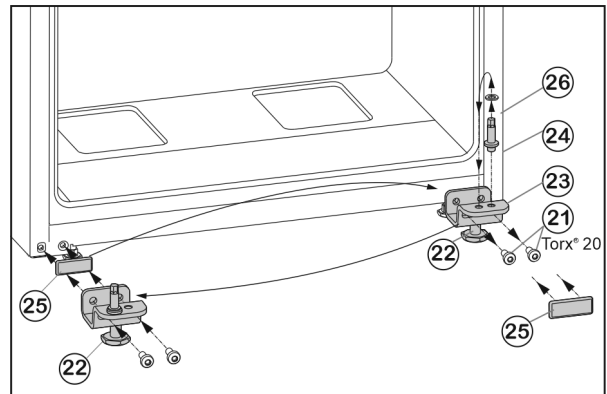

Fig. 7
- ▶ Викрутіть гвинти кріплення Fig. 7 (21).
- ▶ Зніміть нижній опорний кронштейн Fig. 7 (23) разом із гвинтом Fig. 7 (24), шайбою Fig. 7 (26) та установочною ніжкою Fig. 7 (22).
- ▶ Відкрутіть гвинт Fig. 7 (24) разом із шайбою Fig. 7 (26), переставте їх у протилежний отвір опорного кронштейна та знову закрутіть.
- ▶ Обережно зніміть кришку Fig. 7 (25) і переставте її на протилежний бік.
- ▶ Знову прикрутіть нижній опорний кронштейн Fig. 7 (23) разом із гвинтом Fig. 7 (24), шайбою Fig. 7 (26) та установочною ніжкою Fig. 7 (22) на інший бік шарніра (**з моментом 4 Нм**), у разі необхідності скористайтесь акумуляторним гвинтокрутом.
- ▶ Встановіть нижні дверцята згори на опорний гвинт Fig. 7 (24).
- ▶ Викрутіть установочну ніжку Fig. 7 (22) на нижньому опорному кронштейні Fig. 7 (23), доки він не буде опиратися на підлогу.